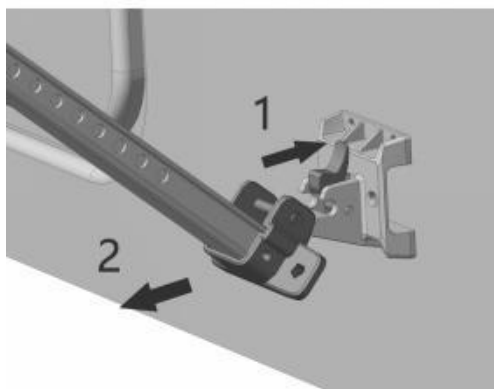

Figure D10
d. Déverrouillez le loquet des supports de fixation inférieurs et placez-le verticalement sur le sol. (Figure D10)